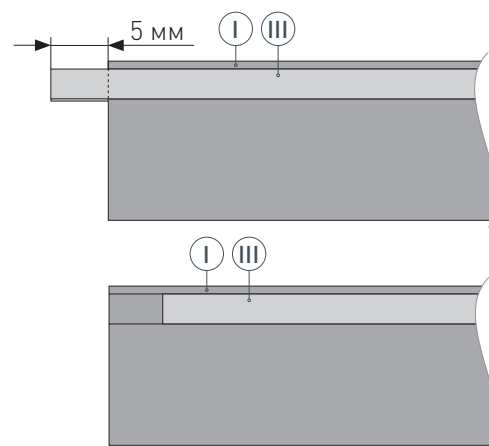

Рис. 3. Резка экрана (III) на профиль (I), вид сверху
ВНИМАНИЕ! Чтобы обеспечить чистый и ровный рез экрана без повреждений, рекомендуется использовать при нарезке кусачки. Установите экран (III) на профиль (I), как показано на рис. 3.